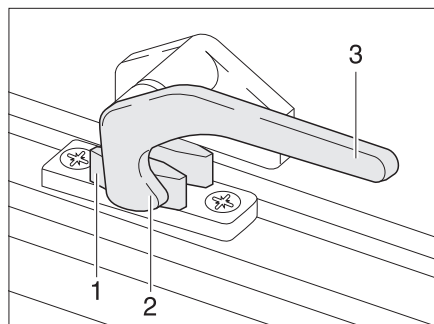

Bild 34 Verriegelungshebel in Stellung "geschlossen"
- Den Verriegelungshebel (Bild 34,3) eine viertel Umdrehung zur Fenstermitte hin drehen.
- Den Verriegelungshebel (Bild 34,3) eine viertel Umdrehung zum Fenster-rahmen hin drehen. Die Verriegelungsnase (Bild 34,2) liegt auf der Innenseite der Fensterverriegelung (Bild 34,1).
- in Stellung "fest verschlossen" (Bild 34)